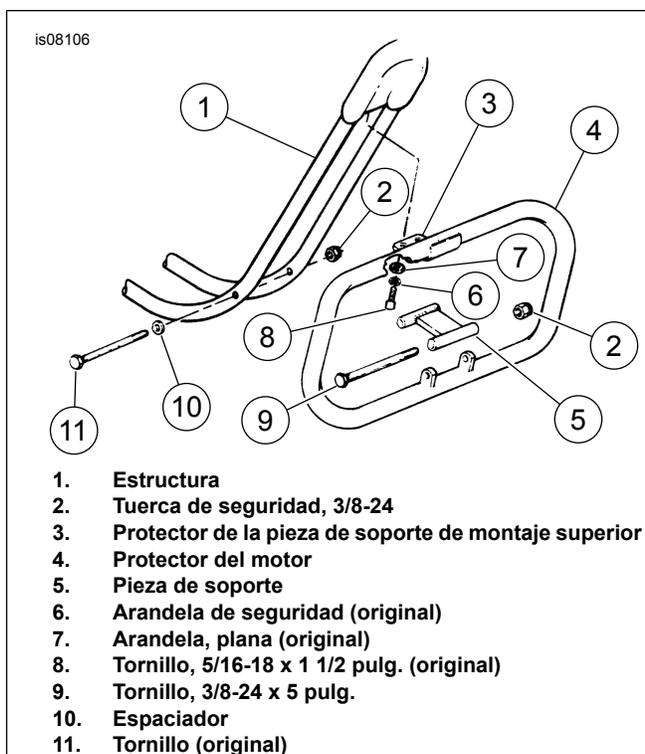

Figura 3. Instalación (modelos con generador)
1. Vea Figura 3. Extraiga los tornillos (8), las arandelas de seguridad (6) y las arandelas planas (7) de la parte inferior del cabezal de dirección. Deseche los tornillos originales (11). Guarde las arandelas para el rearmado. No quite las arandelas de calza entre la estructura y la pieza de soporte del motor.
2. Extraiga el tornillo (11), el espaciador (10) y la tuerca (2) de los tubos verticales de la estructura.
3. Sujete la pieza de soporte (5), número de pieza 49014-85, al protector del motor (4) con el tornillo (9) y la tuerca de seguridad (2). Apriete el tornillo (9) a 44,7 N·m (33 lb-pie).
4. Coloque la pieza de soporte de montaje superior del protector del motor (3) debajo del cabezal de dirección, con la pieza de soporte (5) alineada con los agujeros del tubo vertical de la estructura. Coloque las arandelas de seguridad originales (6) y las arandelas planas (7) en los tornillos (8). Inserte los tornillos (8) a través de la pieza de soporte superior del protector del motor, a través de la montura superior del motor, y enrósquelos dentro de los agujeros perforados en el cabezal de dirección.
5. Inserte el tornillo original (11) a través de los tubos verticales de la estructura y de la pieza de soporte (5). Coloque la tuerca de seguridad nueva (2) en el tornillo (11) y apriétela a 44,7 N·m (33 lb-pie).
6. Apriete los tornillos (8) a 25,7 N·m (19 lb-pie).